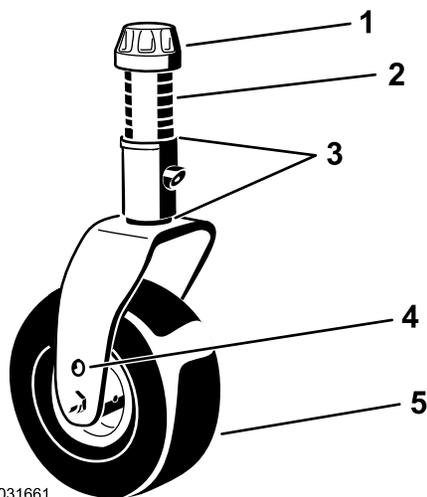

図 38
4. 付属のキャストカップレンチを使用して、キャストスピンドルシャフトからテンショニングキャップをゆるめて外し、キャストアームからキャストシャフトを抜き出す 図 38。